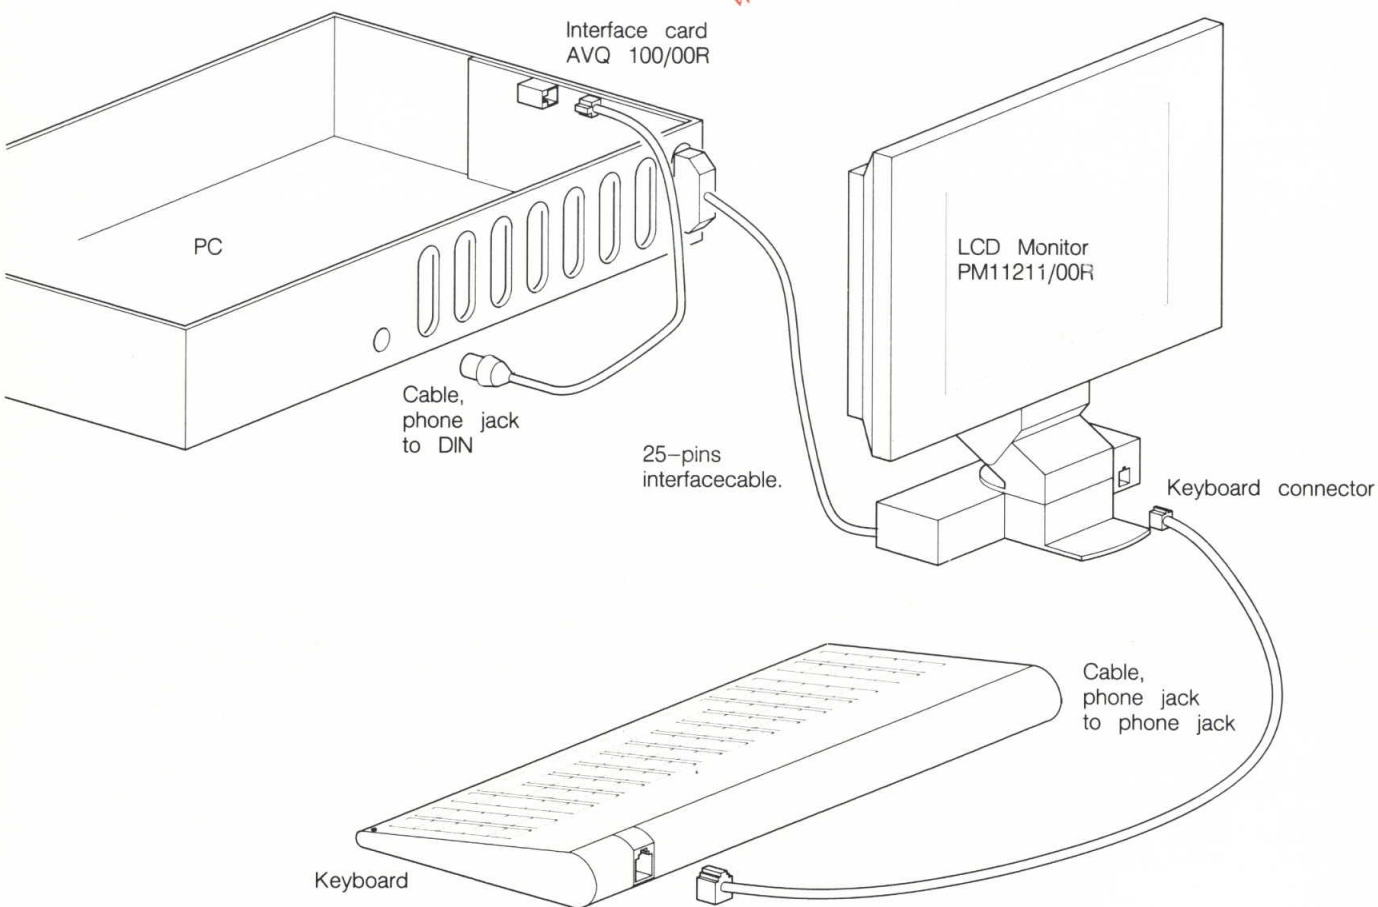

Fig. 2
1. Collegare il sistema come alla fig.2.
- Das System anschliessen wie es in Fig 2 gezeigt wird.